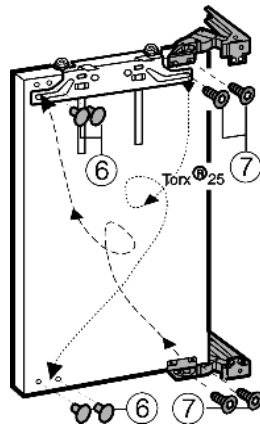

Fig. 5
- ▶ Отвинтите шарниры от двери Fig. 5 (7), поменяйте их местами по диагонали и прикрутите (с моментом 4 Нм).
- ▶ Закройте образовавшиеся крепежные отверстия прилагаемыми пробками Fig. 5 (6).